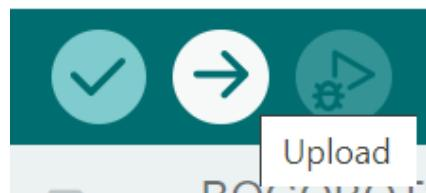

Figura 6. Descarga del programa en el Arduino.
7. Descargue el programa a la tarjeta (figura 6).